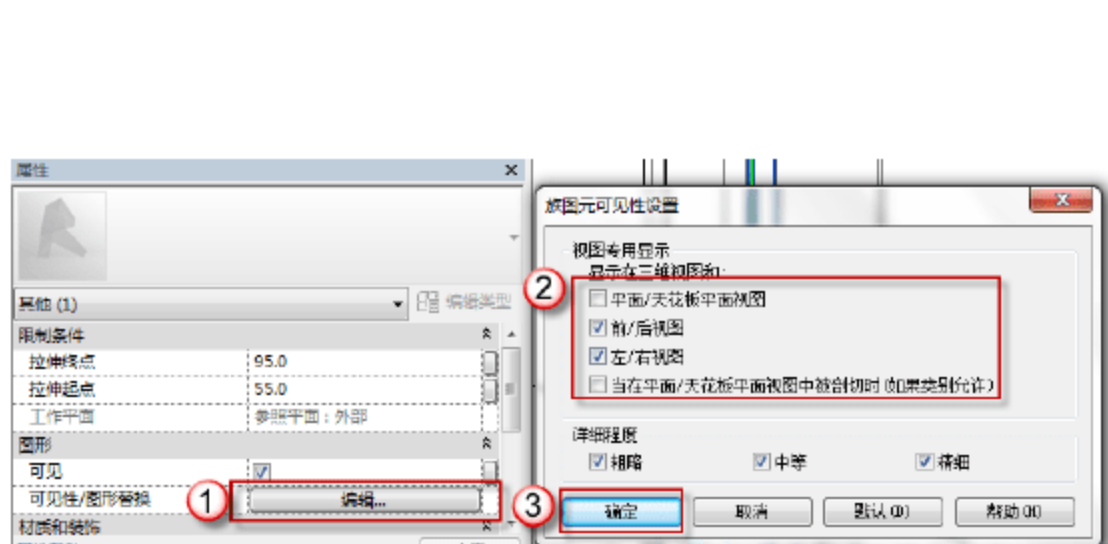

图 6.1.100 修改子母门中部窗户玻璃的可见性
(20) 修改子母门中部窗窗框的可见性。在子母门中部窗窗框的“属性”面板中，单击“图形”栏的“可见性/图形替换”后的“编辑”按钮，弹出“族图元可见性设置”对话框，取消“平面/天花板平面视图”和“当在平面/天花板平面视图被剖切时(如果类别允许)”复选框的选择，单击“确定”按钮，如图 6.1.100 所示。